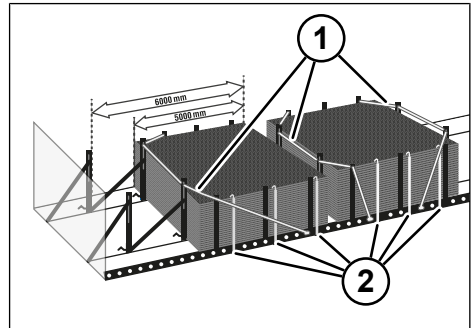

Abb. 8-56: Stahlmatten niederzurren
- ▶ Wenn ein Stahlmattenpaket nur auf der vorderen Position verladen wird, die hinteren Einsteckungen ebenfalls abspannen. Darauf achten, dass die Zurrgurte über den Ecken der Ladung liegen. Kantenschutz verwenden (siehe "Abb. 8-56: Stahlmatten niederzurren", S. 159).